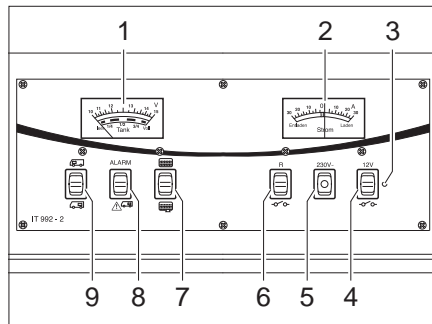

Bild 169 Panel IT 992
Med instrumentet V/tank (Bild 169,1) avläses den övre skalan. Instrumentets belysning tänds automatiskt när en knapp trycks in.
- Vippkontakten (Bild 169,9) trycks in upptill "☰": Startbatteriets spänning visas.
- Vippkontakten (Bild 169,9) trycks in nedtill "☷": Bodelsbatteriets spänning visas.
På instrumentet V/tank kan vattennivån och avloppsvattennivån avläsas. På instrumentet V/tank (Bild 169,1) avläses den undre skalan. Instrumentets belysning tänds automatiskt när en knapp trycks in.
- Vippkontakten (Bild 169,7) trycks in upptill : Vattenvolymen visas.
- Vippkontakten (Bild 169,7) trycks in nedtill : Avloppsvattenvolymen visas.
Den röda varningslampan ALARM (Bild 169,8) blinkar när spänningen i bodelsbatteriet har sjunkit till under 11 V (mätning under pågående drift) och risk för djupurladdning föreligger.
På instrumentet ström (Bild 169,2) visas batteriströmmens flöde kontinuerligt. Instrumentets belysning tänds automatiskt när en knapp trycks in.
Med huvudbrytaren 12 V (Bild 169,4) kopplas panelen och bodelens 12 V-försörjning till eller från.
Slå på: ■ Vippkontakten (Bild 169,4) trycks in upptill "  ": 12 V-försörjningen för bodelen är påslagen. Kontrollampan (Bild 169,3) lyser grönt.
Slå från: ■ Vippkontakten (Bild 169,4) trycks in nedtill "  ": 12 V-försörjningen för bodelen är avstängd. Kontrollampan (Bild 169,3) slocknar.
Kontrollampan 12 V (Bild 169,3) lyser då huvudbrytaren 12 V (Bild 169,4) är inkopplad.
Den gula 230 V-kontrollampan (Bild 169,5) lyser när nätspänningen ligger på el-blockets ingång.
Slå på: ■ Vippkontakten (Bild 169,6) trycks in upptill: Beroende på modell tillkopplas cirkulationspumpen, tryckvattenpumpen eller den elektriska uppvärmningen av avloppstanken.
Stäng av: ■ Vippkontakten (Bild 169,6) trycks in nedtill "  ": Strömkretsen är avstängd.